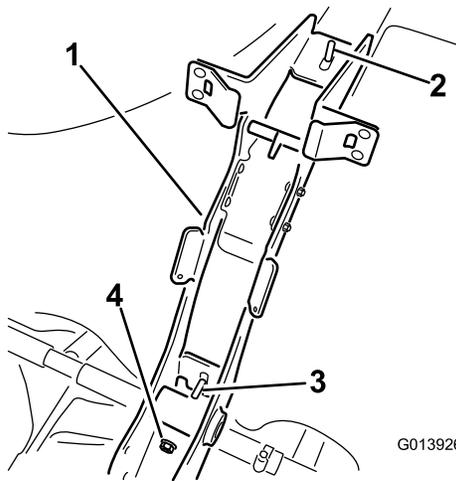

Bild 4
- Befestigen Sie den Hauptstützrahmen mit zwei Sicherungsmuttern am Behälterriemen (Bild 4).